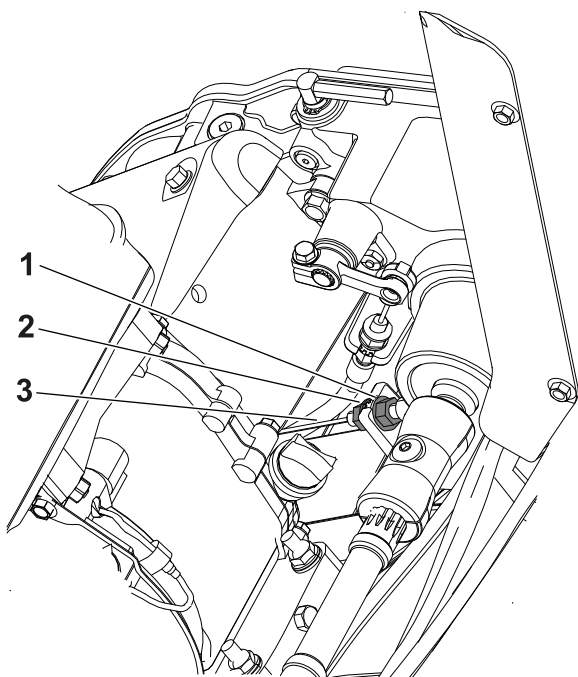

Figura 38
2. Slăbiți contrapiuliile din spate și strângeți contrapiuliile din față (Figura 38).